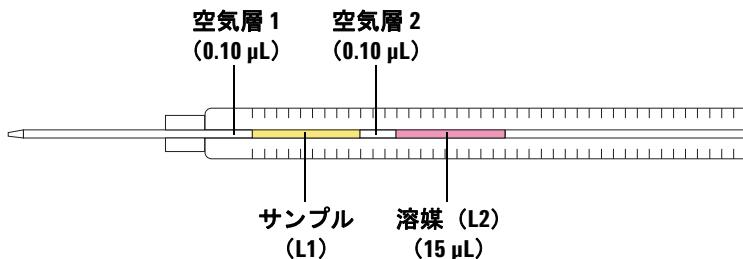

図 63 例：2層のサンドイッチ注入（サンプル 2.0 μL 、溶媒 15 μL ）
2.0 μL のサンプルと 15 μL の溶媒を 0.10 μL のエアーギャップで分離する 2 層のサンドイッチ注入を作成してみましょう（図 63）。